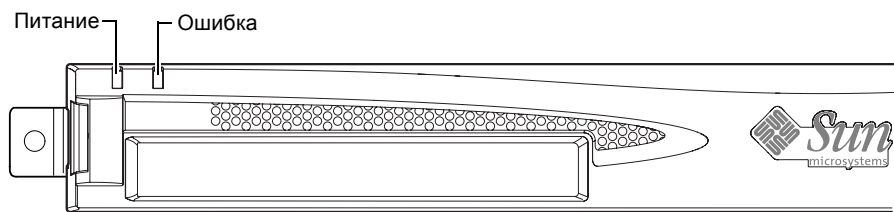

РИС. 10-7 Светодиодные индикаторы питания и ошибки на передней панели
- **Индикатор питания** (см. РИС. 10-7)
- **Индикатор ошибки** (см. РИС. 10-7)